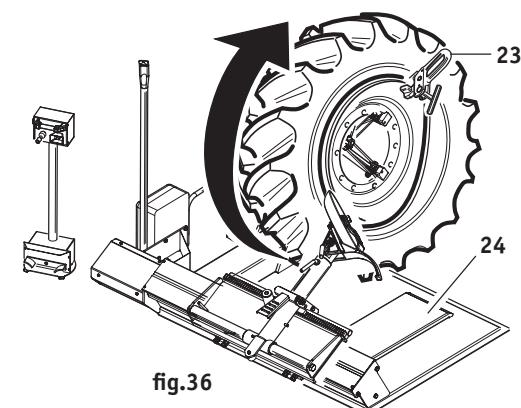

fig.36
» Appoggiare il pneumatico sul cerchione, montare l'apposita pinza (23) (fig.36) sul bordo anteriore del cerchione e posizionare l'utensile con riferimento al filo del bordo del cerchione.
» Introdurre la camera d'aria (tenendo presente di abbassare il mandrino) ed appoggiare la ruota sulla pedana carrello (24) (fig.36) per favorire il montaggio.
» Posizionare di nuovo l'utensile in prossimità della valvola con l'apposito segno di riferimento al bordo del cerchione, montare la pinza (23) (fig.36) alla sinistra dell'utensile facendo girare la ruota in senso orario ed assicurandosi che il tallone sia nel canale del cerchio.
» Place the tyre on the rim, clamp the special pincers (23, fig. 36) on the front rim flange and position the tool with reference to the edge of the rim flange.
» Insert the inner tube (remembering to lower the spindle) and support the wheel on the trolley platform (24, fig. 36) to assist the operation.
» Re-position the tool near to the valve with the relevant reference point on the edge of the rim. Clamp the pincers (23, fig. 36) to the left of the tool and rotate the wheel clockwise making sure that the bead is inside the rim channel.
- » Appuyer le pneu sur la jante, monter la pince (23, Fig.36) sur le bord avant de la jante et positionner l'outil avec la référence au fil du bord de la jante.
- » Introduire la chambre à air en abaissant le plateau et appuyer la roue sur la plate-forme du chariot (24, Fig. 36) pour en rendre plus facile le montage.
- » Positionner à nouveau l'outil près de la soupape selon la référence au bord de la jante, monter la pince (23, Fig.36) à gauche de l'outil en faisant tourner la roue et en s'assurant que le talon soit dans le creux de la jante.
- » Den Reifen auf den Felgen aufsetzen, die entsprechende Zange (23) (Abb. 36) am vorderen Rand des Felgens festklemmen und das Gerät auf der Höhe des Felgenrands positionieren.
- » Die Luftkammer (auf das Heruntersenken des Zapfens achten) einführen und zur Erleichterung des Montagevorgangs das Rad auf dem Fußbrett des Schlittens aufsetzen (24) (Abb. 36).
- » Das Gerät erneut in die Nähe der Düse bringen und sich dabei an das Zeichen am Felgenrand halten, die Zange an der linken Seite des Geräts anbringen (23) (Abb. 36) und gleichzeitig das Rad im Uhrzeigersinn drehen und sich versichern, daß der Wulst im Felgenkanal ist.
- » Apoyar el neumático sobre la llanta, montar las tenazas especiales (23) (Fig. 36) sobre el borde delantero de la llanta.
- » Introducir la cámara neumática recordándose bajar el mandril y apoyar la rueda sobre la plataforma con carro (24) (Fig. 36) para facilitar su montaje mismo.
- » Colocar nuevamente el utensilio acerca de la válvula con la apropiada señal de referencia al borde de la llanta, montar las tenazas (23) (Fig. 36) a la izquierda del utensilio girando la rueda en sentido horario y asegurándose de que el talón esté en el canal de la llanta.